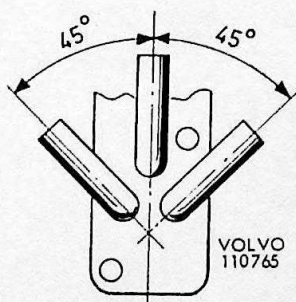

Fig. 6. Slangaansluiting bij de SU-karburateur.
1. Plaats de drie slang aansluitingen (5,6, Fig. 3) in de daarvoor bestemde gaten in de steun (4). De drie slang aansluitingen moeten ten opzichte van elkaar onder een hoek van 45° komen te staan, zie Fig 6. Klink de warmestartklep met behulp van twee 1/8" aluminium klinknagels vast aan de steun.
- Schuif de rubber manchet (13) over de klepstang (14) en steek deze door de hefboom (16). Leg de ring (3) over de klepstang en schroef de moeren (2) en (1) erop. Trek de klepstang zo ver mogelijk omhoog, d.w.z. zo ver dat de rubber ringen (11) op de klepstang in en door het gat in de klep (10) komen te vallen. Schuif een 80 mm. lange slang op de middelste slangaansluiting en 50 mm. lange slangen op beide andere aansluitingen.